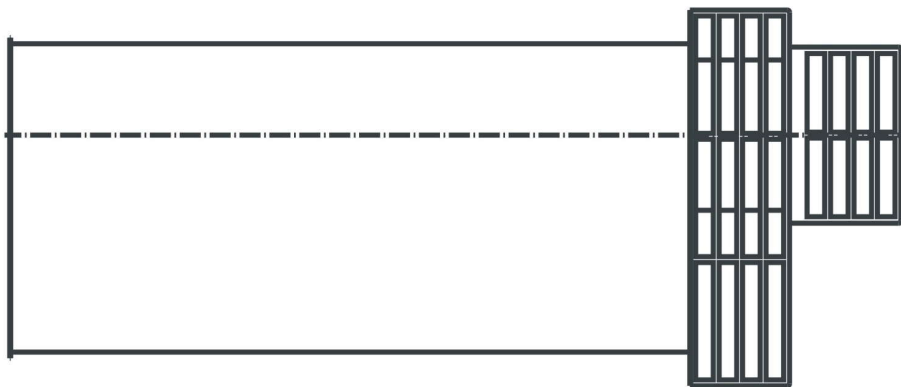

Рисунок 2. Воздухозаборник аппаратов (котлов)
5.6. Аппарат (котел) должен устанавливаться совместно с входящим в комплект поставки воздухозаборником (рисунок 2).